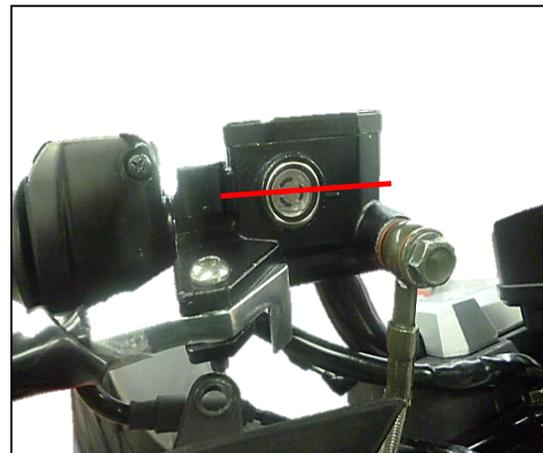

Fig. 4.8
**Mientras se está llenando el sistema, observe que el nivel de líquido no descienda por debajo de la marca mínima. Fig. 4.8**